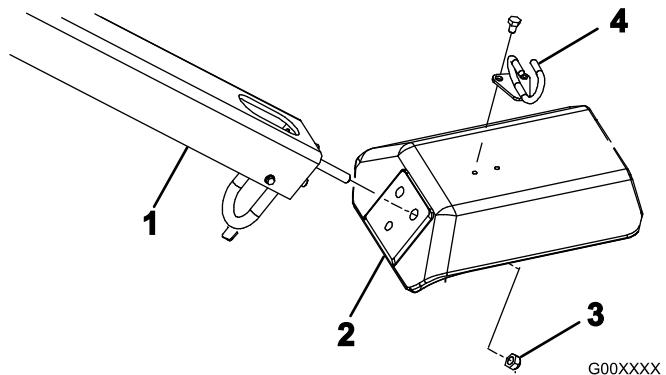

Figure 4
- Insérez les goujons de fixation du timon dans les trous de la fourche (Figure 4).
- Fixez les goujons à la fourche avec 3 contre-écrous (1/2 po) (Figure 4)
- Montez le guide-câble en haut de la fourche avec 2 boulons (5/16 x 1/2 po) (Figure 4).